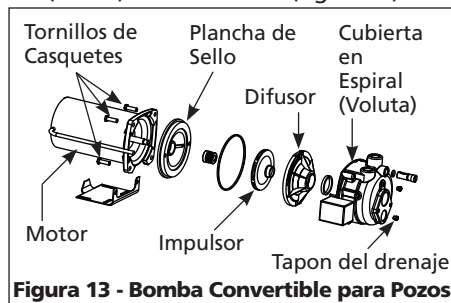

Figura 13 - Bomba Convertible para Pozos
3. Saque los cuatro pernos que mantienen la cubierta en espiral de la bomba (voluta) unida al motor (Figura 13).